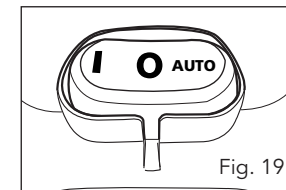

Fig. 19
### ON/OFF/AUTO switch (3) (fig. 19)